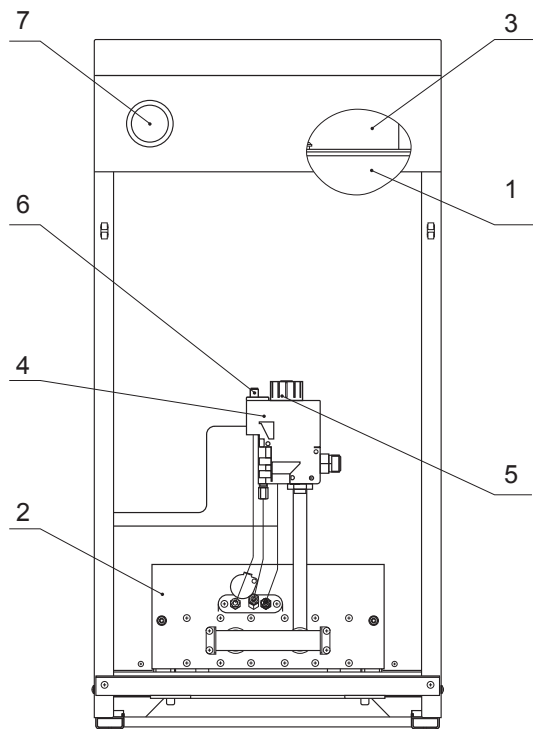

рис. 2 – Особенности котла с газовым блоком 630 EUROSIT.
- 4.2 Котел представляет собой сборную конструкцию, закрытую декоративными тонколистовыми панелями с теплоизоляцией, внутри которой располагаются (см. рис. 2 и рис. 3):
- дымосборник с датчиком тяги (3);
- корпус котла, состоящий из топки и теплообменника (1);
- газогорелочное устройство с газовым блоком (ГГУ) (2).